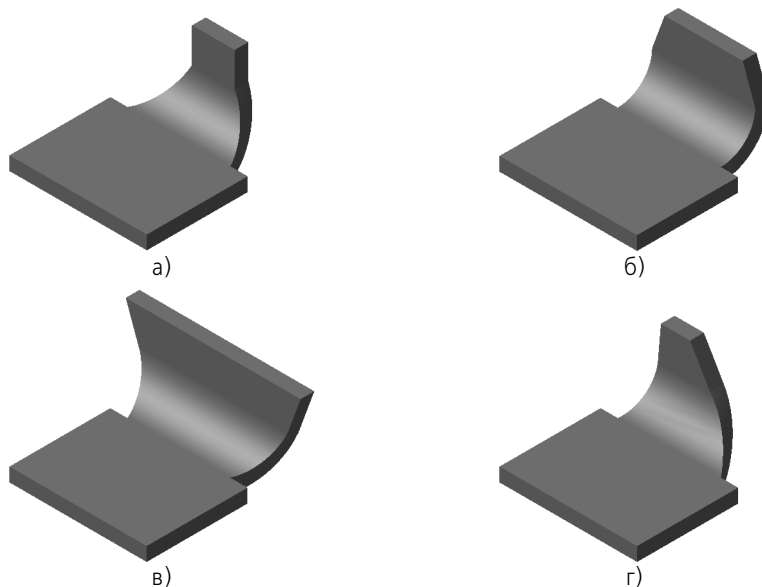

Рис. 94.15. Управление боковыми сторонами сгиба:
- ▼ задание угла на сгибе и/или уклона боковых сторон продолжения сгиба (рис. 94.15).